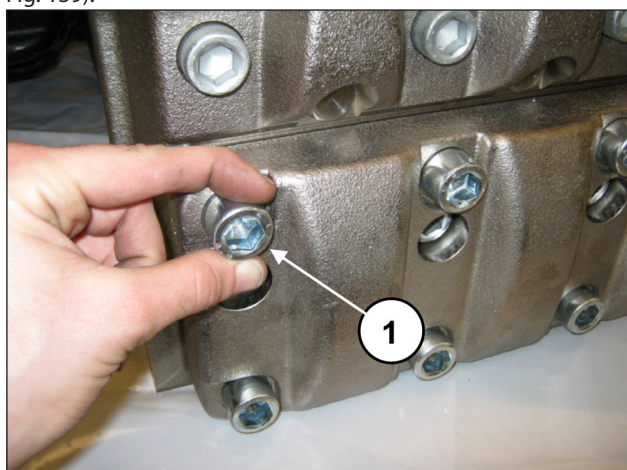
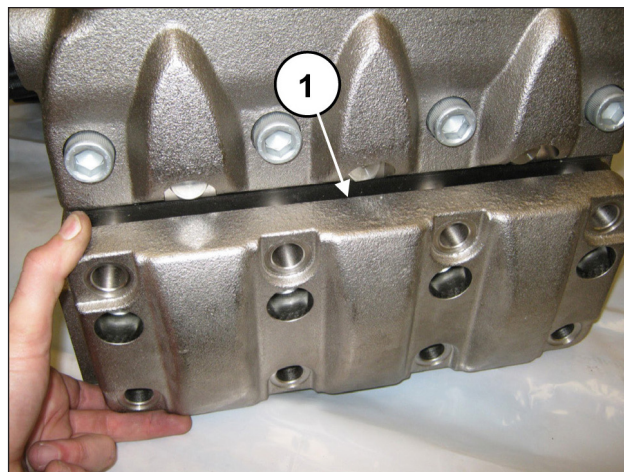

Fig. 138
Fig. 139
Quitar los 8 tornillos M18x65 de la tapa de las válvulas de aspiración (pos. ①, Fig. 138) y desmontar la tapa (pos. ①, Fig. 139).